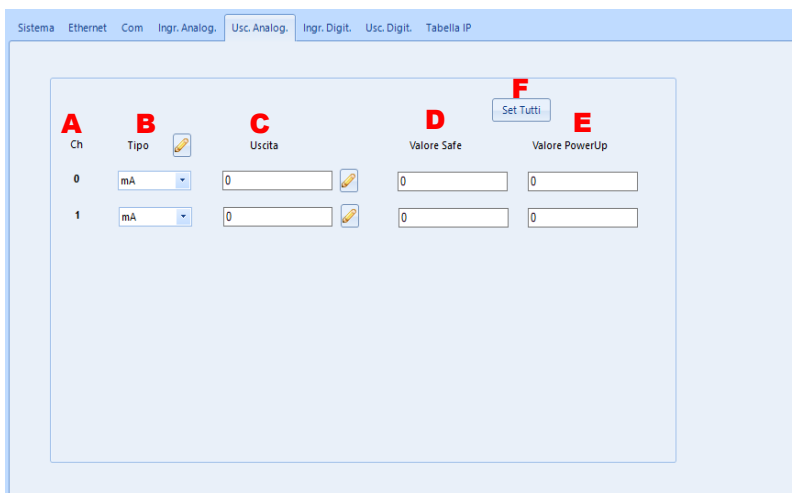

Fig. 6.21
- il numero identificativo del canale (**Fig.6.21-A**)
- la tipologia di uscita per il canale/i e il relativo pulsante con la matita per impostare quello selezionato (**Fig.6.21-B**)
- il valore che fornisce il canale di uscita (**Fig.6.21-C**)
- il valore di Safe del canale quando il dispositivo va in WatchDog (**Fig.6.21-D**)
- il valore di PowerUp del canale quando il dispositivo si spegne e riaccende (**Fig.6.21-E**)
- il pulsante per il salvataggio del Valore di Safe e di PowerUp (**Fig.6.21-F**)